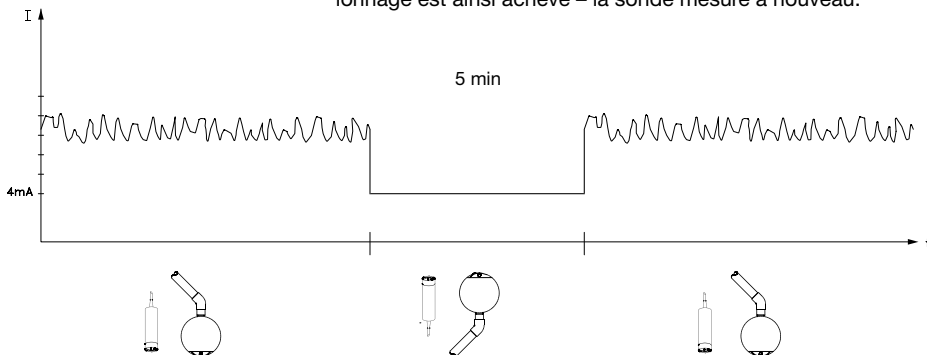

Fig. 15 : Courbe du signal de mesure de la sonde DO – avant, pendant et après l'étalonnage
- Pour étalonner la sonde, tenez-la vers le haut dans l'air atmosphérique (voir fig. 15). Pendant cette phase, la sonde émet un signal 4 mA et le DULCOMETER® D1C affiche "0 ppm". Dans le menu de calibrage du DULCOMETER® D1C (chapitre 8) "Calibrage sonde O₂ vers le haut", le temps de calibrage restant est compté à rebours.